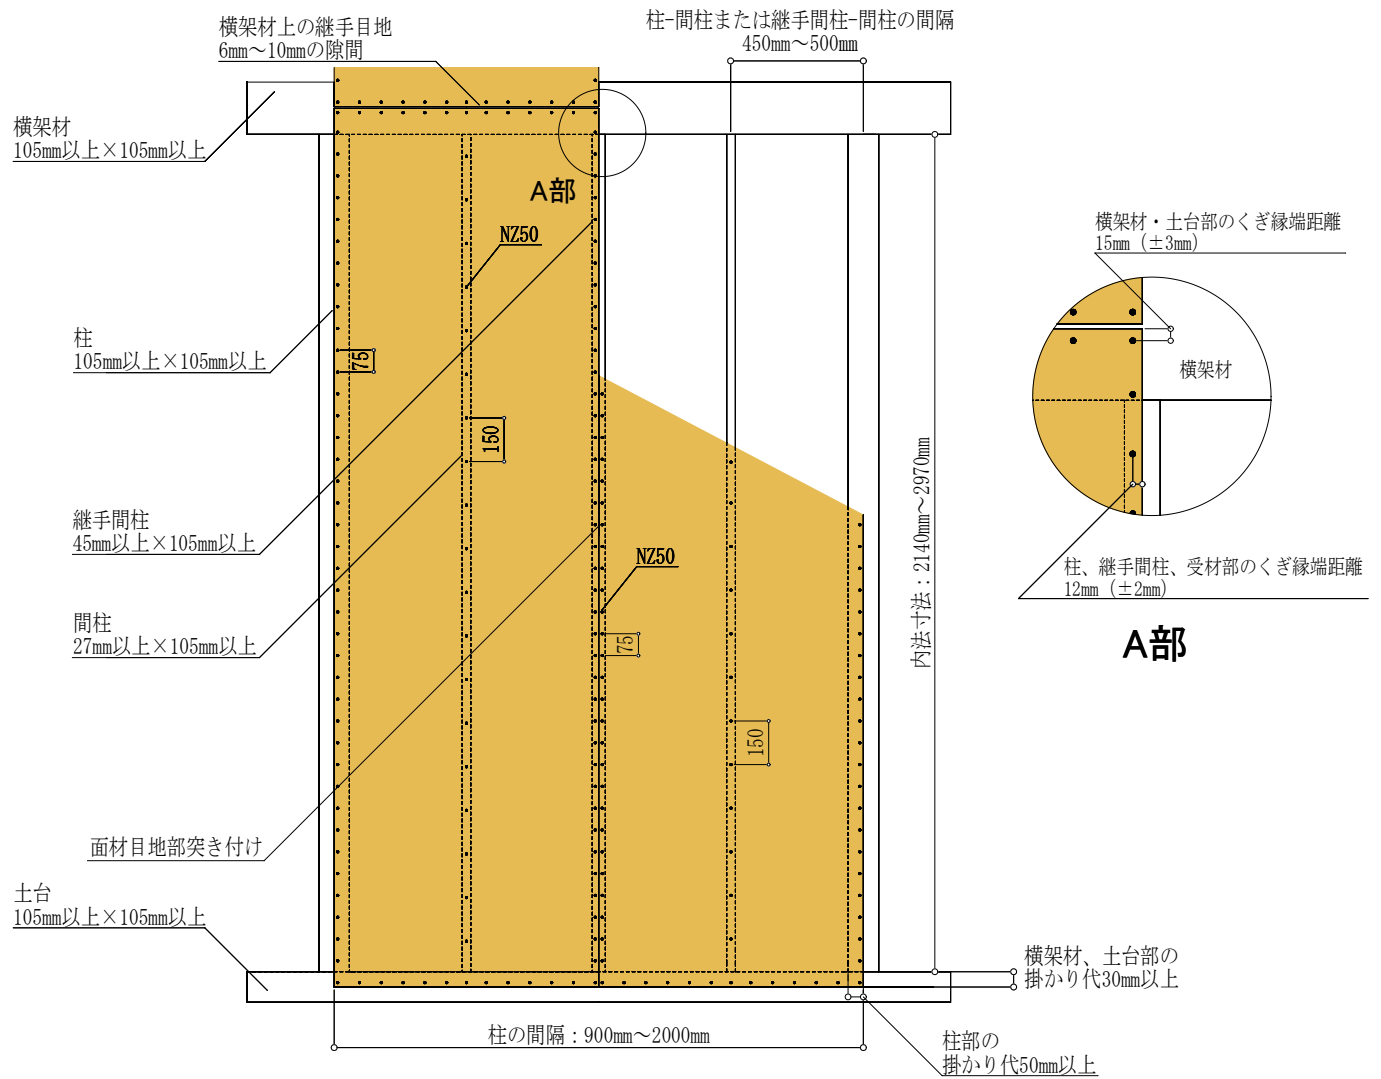

図6 標準仕様 (FRM-0534-1 : 2.3 倍) 施工概略図 (2P の場合)
施工においては、**図6**および**注意事項**に記載の内容を遵守してください。
- ・タイガーEX ボードは、原則 1 枚張りとします。縦継ぎ張りについては、P24「⑧縦継ぎ張りについて」をご確認ください。
- ・図 6 は 2P の施工例となっておりますが、1P の場合も耐力壁とできます。